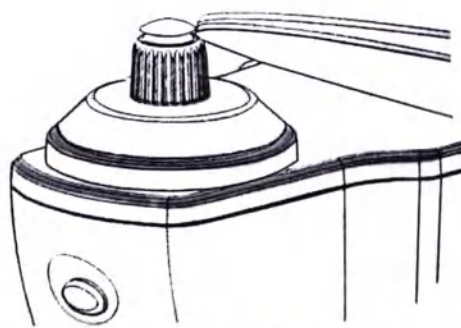

рис.37
- 5) Двигайте линзу пинцетом аккуратно, и отцентрируйте. (рис.37)